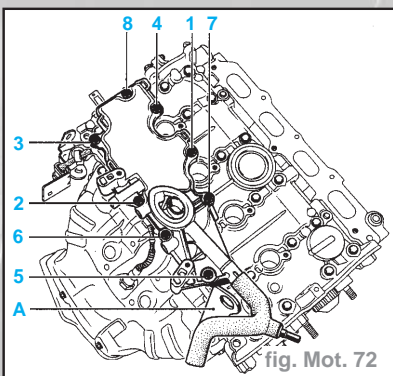

fig. Mot. 72
- Serrage de toutes les vis à **2 daN.m** dans l'ordre préconisé (fig. Mot. 72).